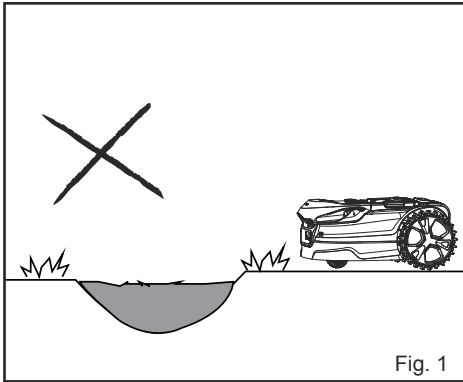

Fig. 1
- Nivele todas las superficies para evitar que el cortacésped se atasque (Fig. 1).